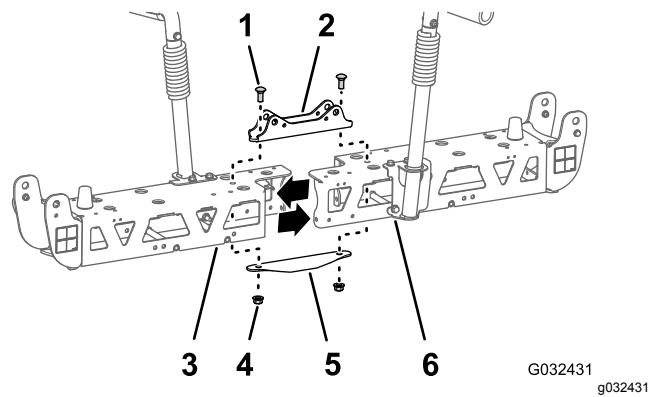

图53
2. 拧下用于固定窄油缸安装座、左右桁架框架以及窄连接板的 2 个托架螺栓 $1/2 \times 1\frac{1}{4}$ 英寸和 2 个锁紧螺母 $1/2$ 英寸 图53。